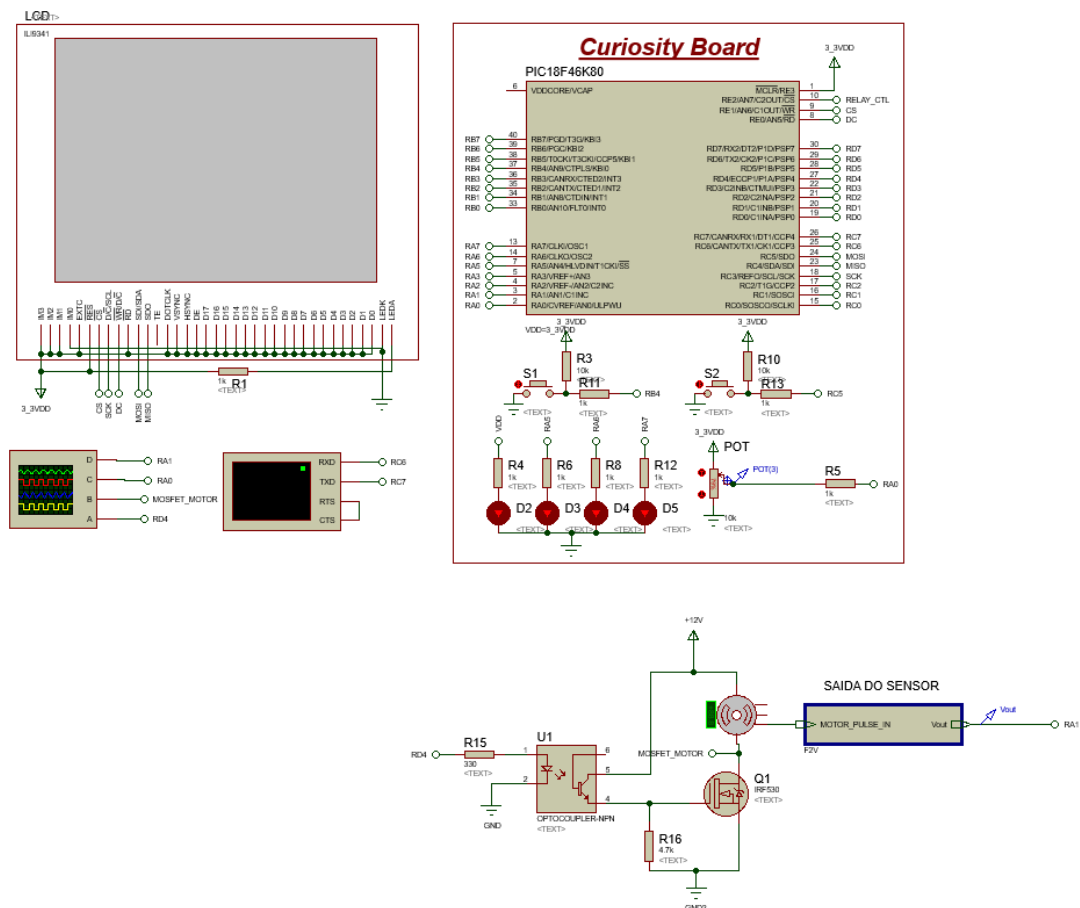

Figura 1 – Circuito para o controlo de um atuador eletromecânico.
- c) A variação do fator-de-ciclo (DC) em função do Erro e do estado do interruptor.
6. **2ª Fase – Controlo proporcional.** Desligue a placa de desenvolvimento. Complete as ligações da eletrónica de controlo do sistema eletromecânico (Anexo A) de acordo com a Figura 1 (circuito isolador ótico, transistor MOSFET e resistências R15 e R16).